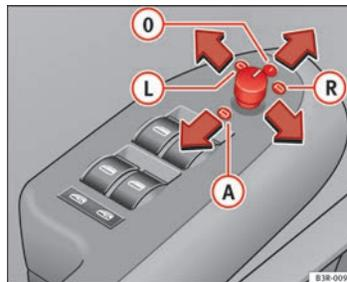

Abb. 102 Ausschnitt aus Armlehne: Drehknopf ▶
- Drehen Sie den Drehknopf in Stellung \Rightarrow Abb. 102 **L** (Fahreraußenspiegel) oder in Stellung **R** (Beifahreraußenspiegel).
Beim Einlegen des Rückwärtsgangs kippt die Spiegelfläche etwas nach unten, wenn auf den Beifahreraußenspiegel umgestellt ist (Drehknopf in Stellung **R** \Rightarrow Abb. 102). Dadurch wird beim Einparken die Sicht zur Bordsteinkante ermöglicht.